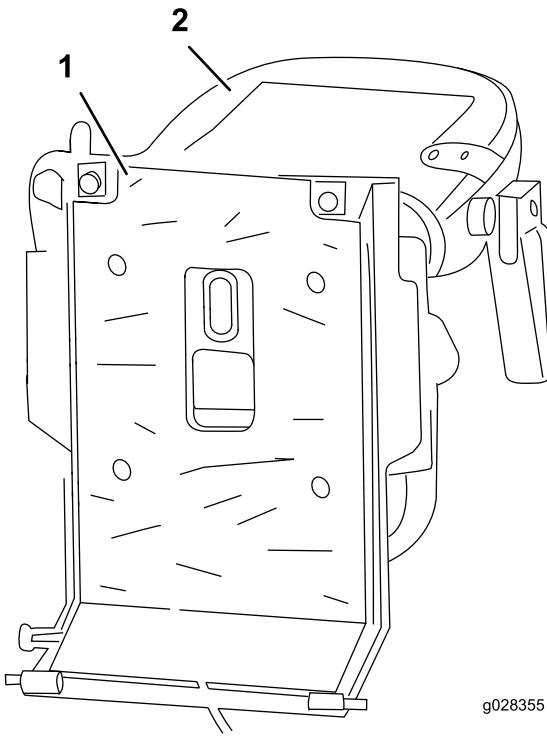

Bild 6
9. Entfernen Sie das Trägermaterial und bringen Sie das selbstklebende Wärmeschutzblech an der Unterseite der Sitzbefestigungsplatte an (Bild 6).